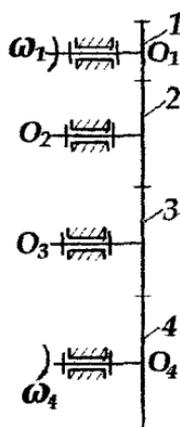

Рис. 8. Паразитный ряд
**Паразитный (последовательный) ряд.** Паразитный ряд (рис. 8) является частным случаем ступенчатого ряда, когда на каждой промежуточной оси находится по одному паразитному колесу, входящему в два зацепления с другими. Паразитные колеса не влияют на величину передаточного отношения, но могут изменить его знак. Формула передаточного отношения для паразитного ряда имеет вид